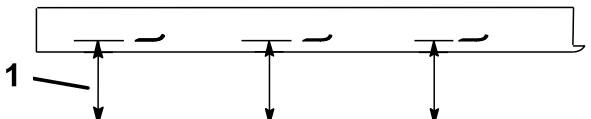

Bild 55
- Messen Sie von einer ebenen Fläche bis zu den Schnittkante (Position A) der Messer (Bild 55). Notieren Sie diesen Wert.